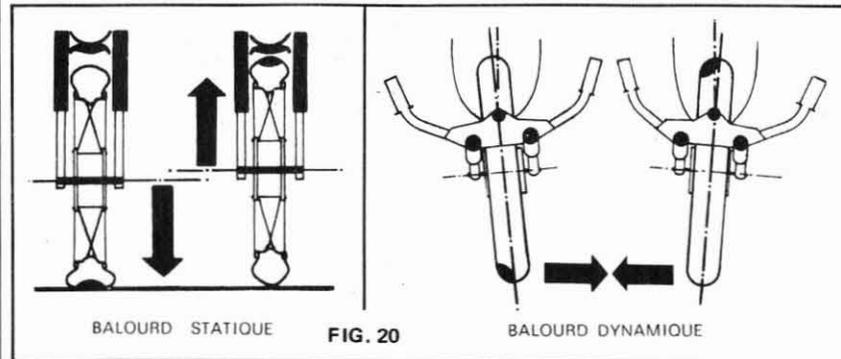

FIG. 20
1. Balourd statique (fig. 20)
2. Balourd dynamique (fig. 20)